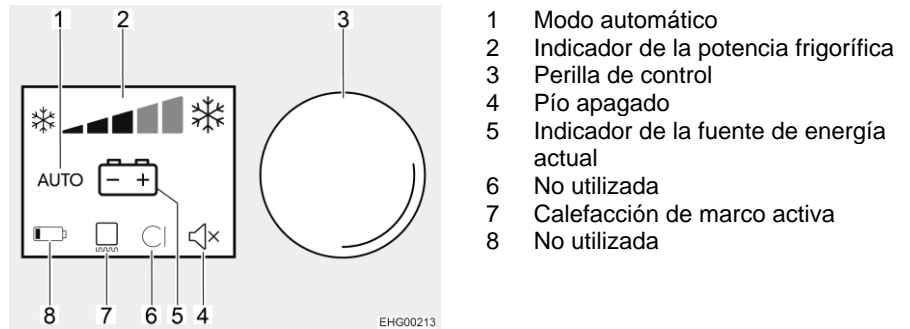

Fig. 205 Operación del frigorífico
Una vez conectado, el frigorífico selecciona automáticamente el ajuste medio del termostato. Este reajuste puede modificarse manualmente con la perilla de control (Fig. 205,3). Las barras (Fig. 205,2) indican el ajuste seleccionado del termostato. Pasan algunas horas hasta que el frigorífico alcanza la temperatura de servicio normal. Al conmutar el modo de funcionamiento se mantiene el ajuste del termostato. La temperatura de refrigeración se mantiene independientemente del tipo de energía.
En caso de alta temperatura exterior y un gran índice de humedad atmosférica, se pueden formar gotas de agua en el marco metálico del compartimento congelador. Por este motivo, el frigorífico está equipado con una calefacción de marco en el compartimento congelador. En caso de altas temperaturas y una alta humedad del aire, conectar la calefacción de marco. De esta manera se evita la corrosión. Si está conectada la calefacción de marco, estará encendido el símbolo de calefacción de marco (Fig. 205,7).
- Girar la perilla de control (Fig. 205,3) hasta que esté activa la línea inferior (menú de configuración).
- Pulsar la perilla de control (Fig. 205,3) por unos 2 segundos. El frigorífico se conectará con la configuración seleccionada más recientemente.
- Pulsar la perilla de control (Fig. 205,3) por unos 4 segundos. El frigorífico se desconectará, ya no estará encendido ningún visualizador.